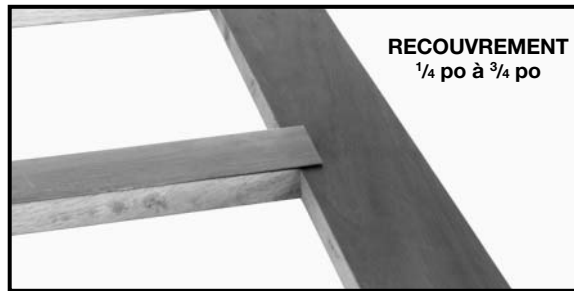

Fig. 18
3. Positionner le stratifié sur une des traverses en laissant entre  $\frac{1}{4}$  po et  $\frac{3}{4}$  po de recouvrement sur chacun des montants (voir Fig. 18). Coller la partie